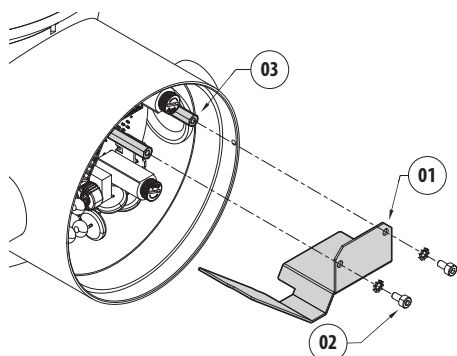
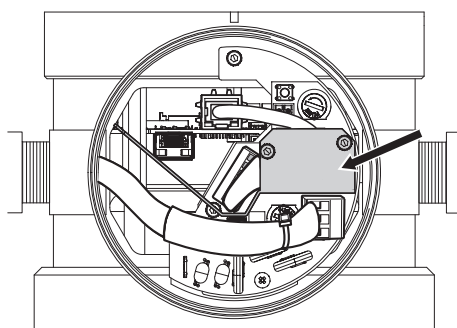

Рис. 17
Рис. 18
После подсоединения ко всем разъемам и перед включением устройства установите разделительный барьер, входящий в комплект. Закрепите барьер (01) с помощью специальных винтов и шайб (02) к подготовленным разделителям (03) (Рис. 17, страница 27 и Рис. 18, страница 27).